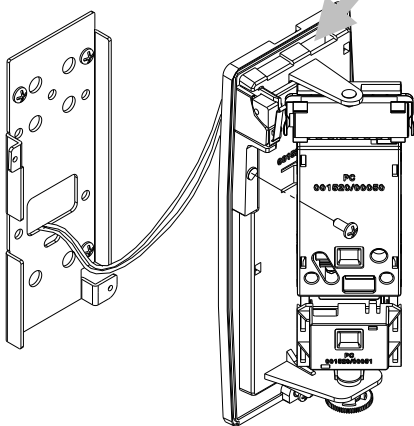

Fig 8
- Fissare l'unità sensore ad innesto sulla staffa ed avvitare le due viti (A), (vedi fig.8) avendo cura di passare il cavo dei collegamenti come riportato nelle figure: fig.5, fig.6, fig.7.
- Unscrew the (B) screw and remove the front cover with lens.
- Screw up the detector on the support using the 2 provided screws (A) (see fig 8) passing through the connection cable as shown in the figures: fig 5 fig 6 fig 7